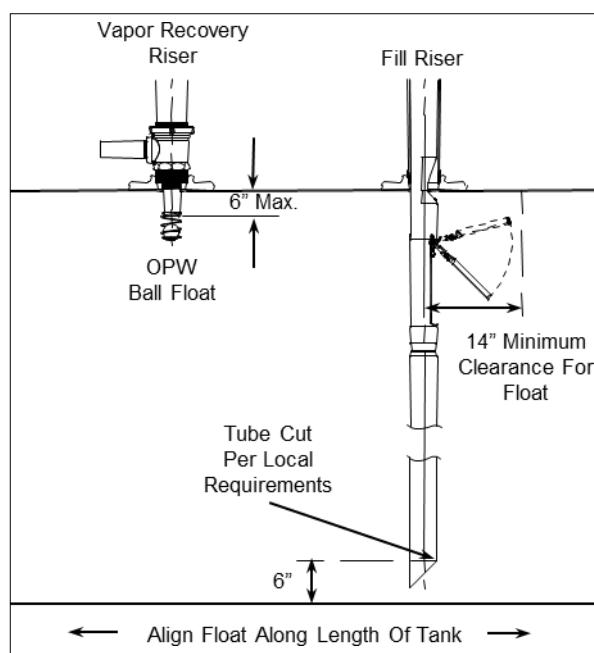

Figura 52
Midiendo desde el borde de la brida del tubo superior, marque la longitud total del tubo de caída a una distancia de (B) menos 6". Corte el exceso de tubo en un ángulo de 45 grados o según los códigos o requisitos locales y lime cualquier rebaba afilada (consulte la **Figura 52**).